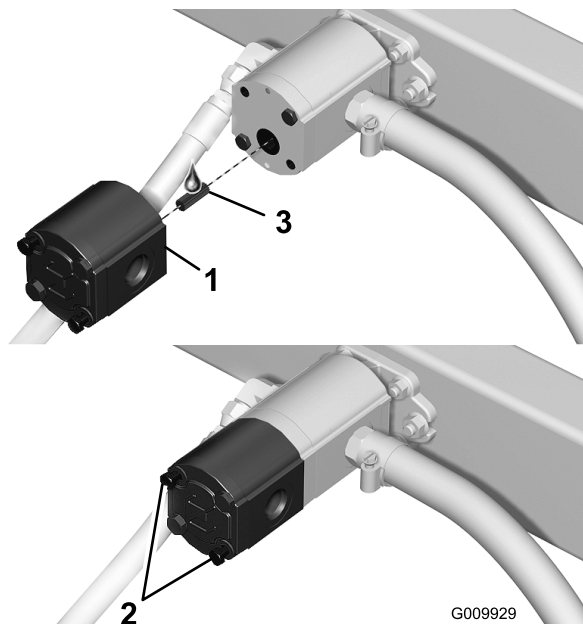

Рисунок 6
4. Используя два длинных болта, установите высокопроизводительный насос на штатный насос (Рисунок 6).